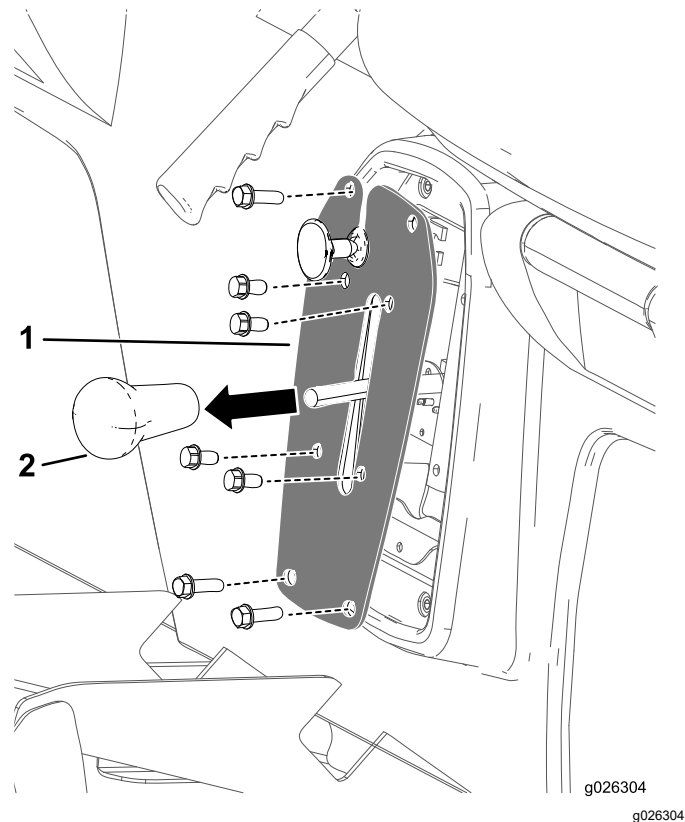

Bild 42
1. Nehmen Sie das Handrad vom Ganghebel ab (Bild 42).
2. Entfernen Sie die vier Schrauben, mit denen die Gangschaltungsplatte an der Gangschaltungshalterung befestigt ist (Bild 42).
3. Entfernen Sie die vier Schrauben, mit denen die Gangschaltungsplatte am Sitzunterteil befestigt ist, und nehmen Sie die Gangschaltungsplatte ab (Bild 42).
4. Schrauben Sie das Handrad auf den Ganghebel und ziehen es mit der Hand an (**Bild 42**).